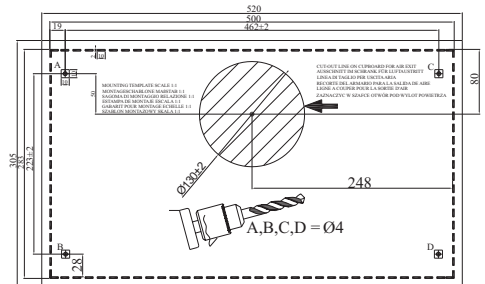

Abb. 1
- Bohren Sie mit den angegebenen Abmessungen ein Abzugsloch entsprechend der Installationschablone. Abb. 1